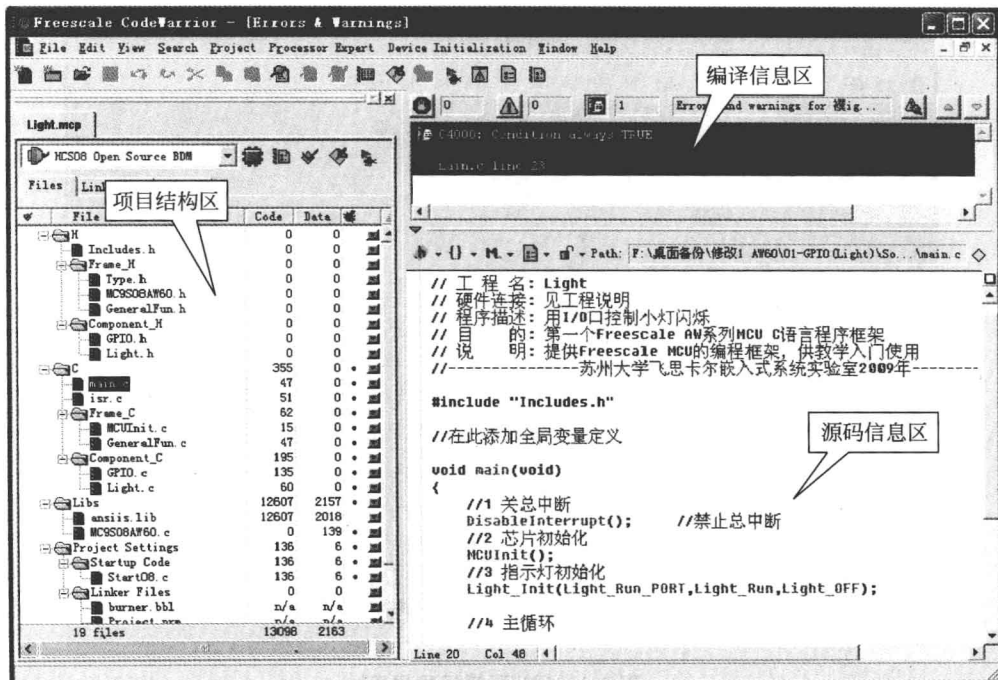

图 1-2 打开 CodeWarrior IDE 后的运行界面
(1) 创建新项目。打开 CodeWarrior IDE 后,出现如图 1-2 所示的界面。